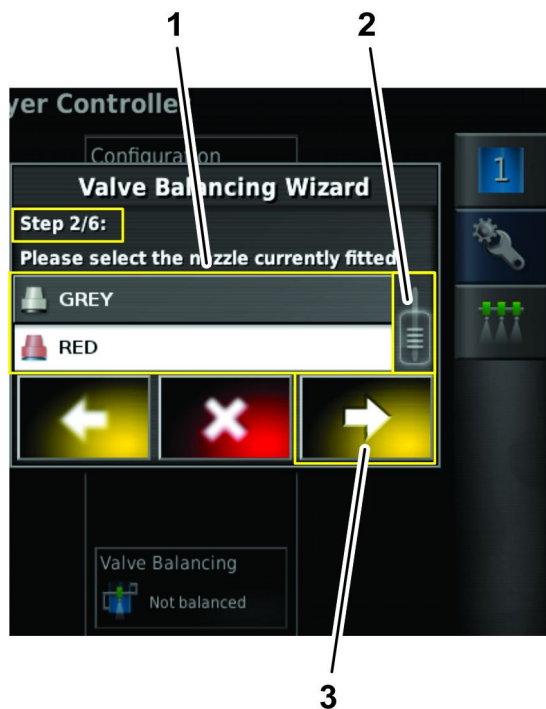

図 48
2. バルブバランスウィザードのステップ 2 必要に応じてスクロールバーをドラッグして使用したい散布ノズルを表示させたら、ドロップダウンリストのノズルアイコンを押し 図 48。
3. Next アイコンを押す 図 48。